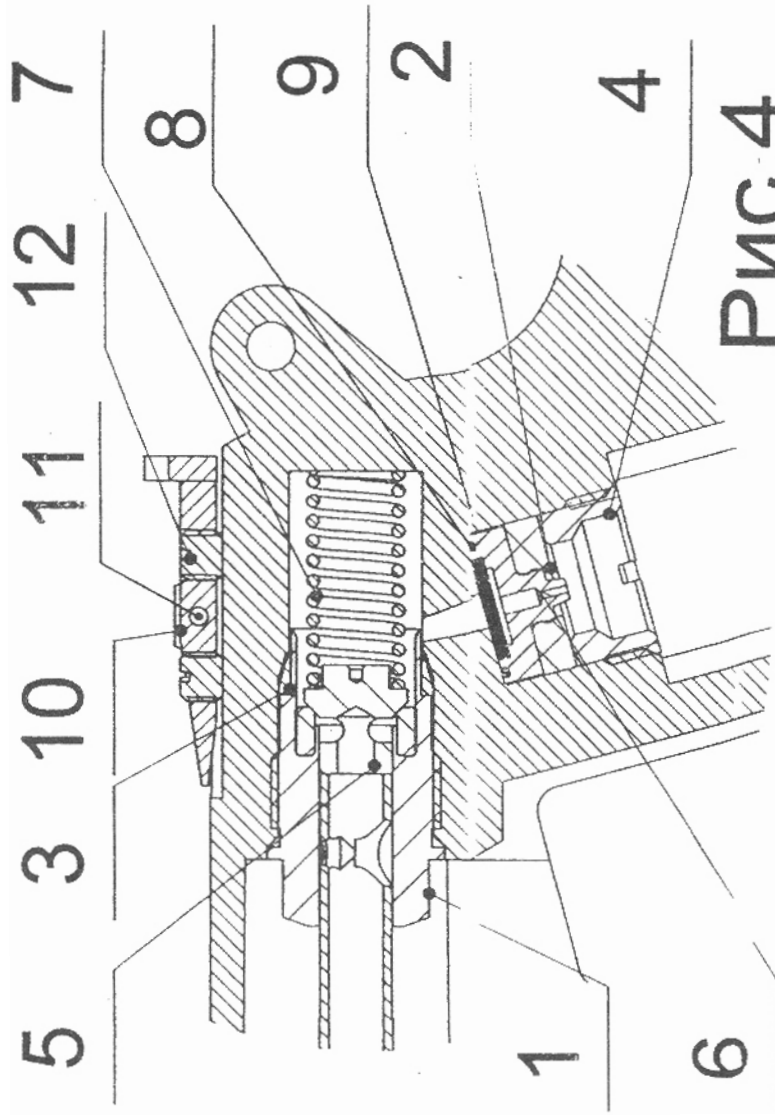

Рис. 4
10. Вывернуть фитинг поз.1 с кольцом поз.3 (рис.4) ключом №2,извлечь клапан поз.5 и пружину поз.7.
11. Вывернуть гайку поз.4 ключом №1, извлечь прокладку поз.2 и иглу поз.6 с фильтром поз.8 и кольцом поз.9 (рис.4).
12. Снять прицел поз. 10, предварительно ослабив винты (поз. 12) и выбив ось поз.11 (рис.4).